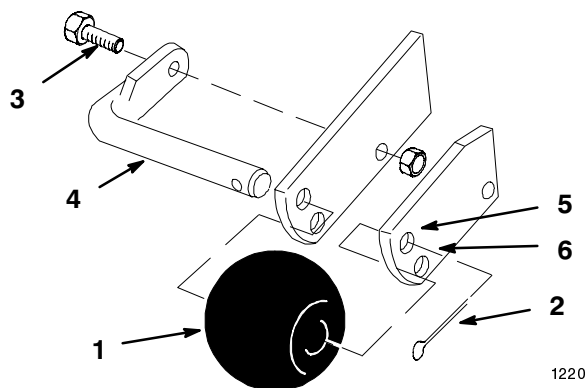

Figure 21
2. Enlevez la goupille fendue, le boulon et l'axe pour changer de trou (Fig. 21).
3. Choisissez le trou requis pour la hauteur de coupe sélectionnée et insérez la tige (Fig. 21).